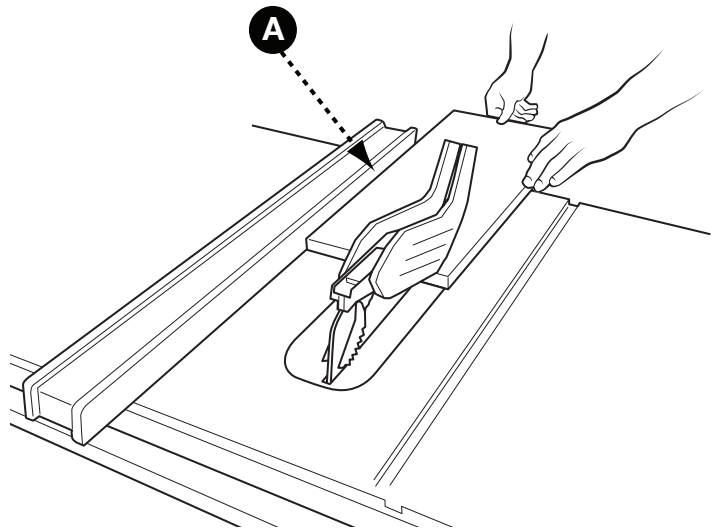

FIGURE 36
8. Tenir la pièce à plat sur la table et contre le guide (A). La pièce doit avoir un bord droit contre le guide et ne doit pas être déformée, tordue ou courbée. Voir la bonne position des mains à la figure 36.